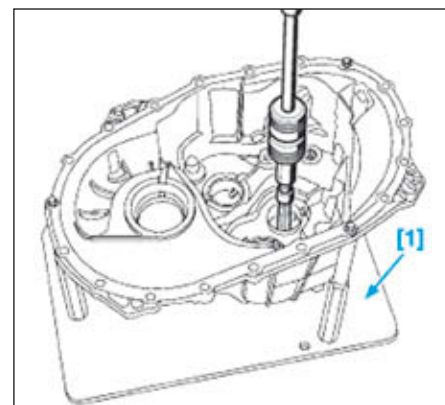

FIG.45
- Positionner le carter de mécanisme à l'aide de l'outil [1] (Fig.45) et le fixer avec les trois vis.